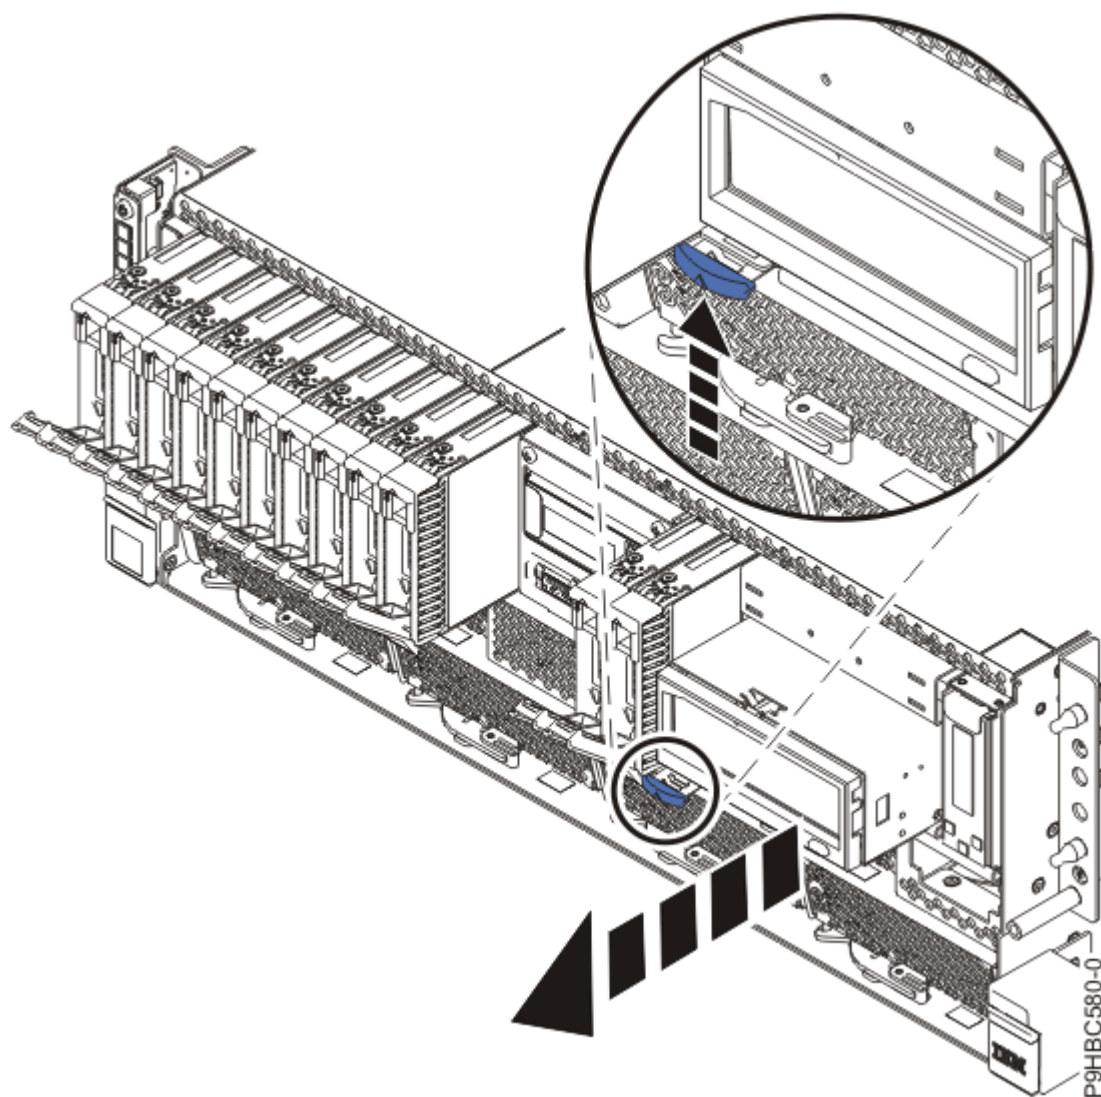

Figura 15. Extracció parcial de l'estació d'acoblament RDX
- b) Si el servidor té una unitat RDX, empenyeu cap amunt el pestell de l'estació d'acoblament RDX en la direcció de la fletxa, tal com es mostra a la Figura 15 a la pàgina 17.